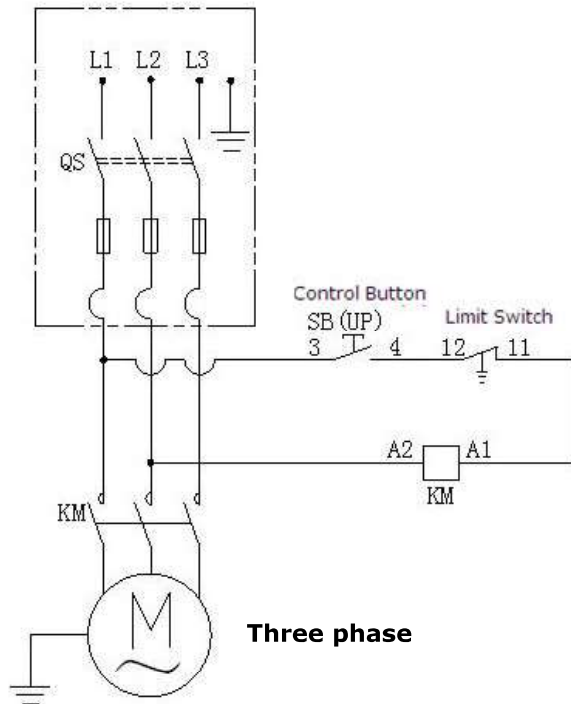

Fig. 41
1. Circuit diagram (See Fig. 41)